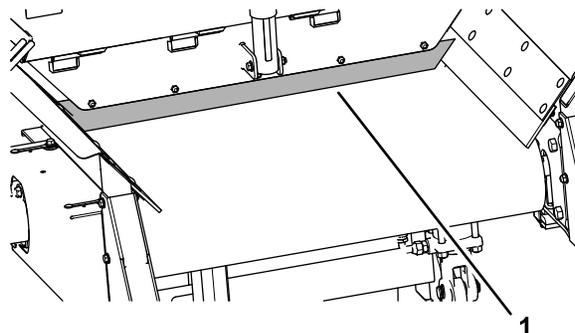

Figura 57
5. Desmonte el conjunto del rascador de limpieza de la cinta de la parte trasera de la máquina (Figura 57).